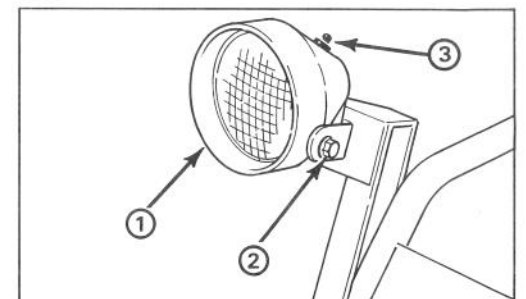

Figure 20
1. Orientez le phare dans la position désirée. S'il résiste, desserrez l'écrou de blocage (fig. 20).
3. Pour allumer le phare, appuyez sur l'interrupteur à poussoir figurant en haut du phare (fig. 20).